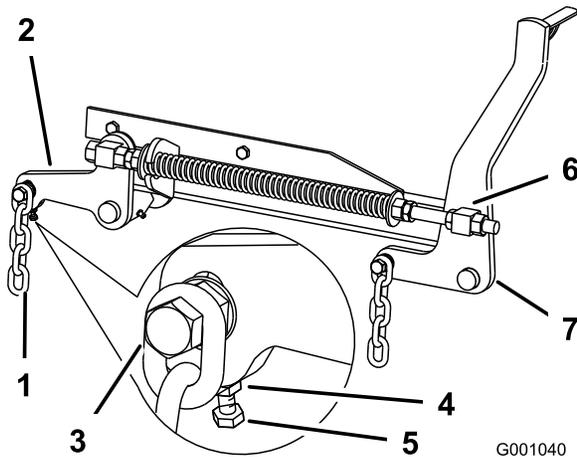

Bild 74
- Wenn die Werte an den Stellen **B** oder **C** falsch sind, lösen Sie die Schraube, mit der die hintere Kette am hinteren Stützarm befestigt ist (Bild 74).
- Lösen Sie die Klemmmutter unter dem hinteren Stützarm und stellen Sie die Einstellschraube so ein, dass Sie einen Wert von 79 bis 83 mm erhalten) (Bild 74).
- Lösen Sie die Klemmmuttern der vorderen Drehzapfen, vorne am rechten und linken Drehzapfen, um ungefähr 13 mm (Bild 74).
- Stellen Sie die Hubmuttern auf der linken und rechten Seite der Maschine ein, um einen Wert zu erzielen, der vorne an Stelle A um 6 bis 10 mm niedriger ist als hinten an Stelle **B** (Bild 74).